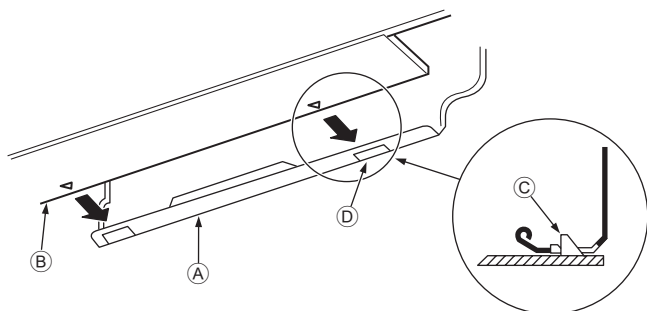

Рис. 3-10
3. Устанавливая трубки хладагента и дренажа в отверстие на стене (муфту), подвесьте верхнюю часть внутреннего блока к монтажной плите (1).
5. Закрепите блок, вдвинув его нижнюю часть в монтажную плиту (1). (Рис. 3-10)
* Убедитесь, что нижние фиксаторы внутреннего блока надежно встали в монтажной плите (1).
- ⓐ Монтажная плита (1)